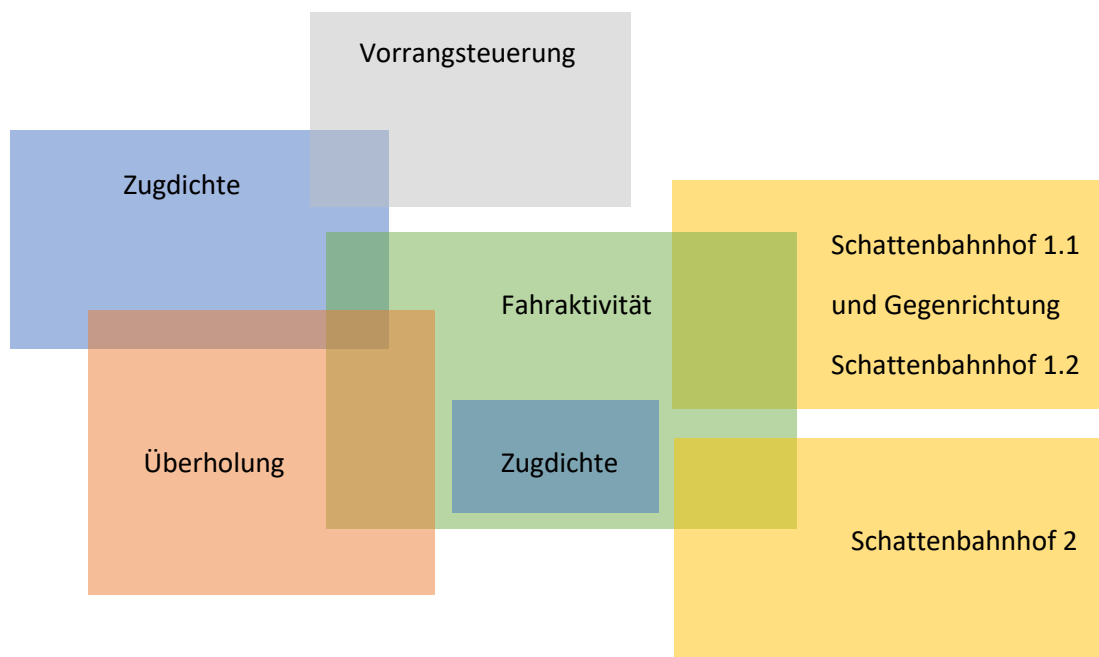

Abb. 13.2
- Mehrere FDL-Bereiche dürfen sich überlappen oder verschachtelt sein (Abb. 13.2). Egal, ob diese FDL vom gleichen Typ sind oder nicht. Ausnahme wieder beim FDL-SBS. Dieser darf sich mit keinem anderen FDL überlappen, außer mit einem FDL-SBS für die Gegenrichtung, dem FDL-FA und FDL-FPA.